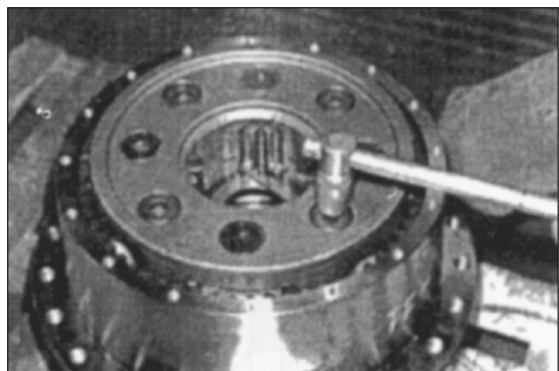

Рис. 85
23. Снимите болты (4, М 30 x 150) с третьего блока планетарных шестерен. Рис. 85.